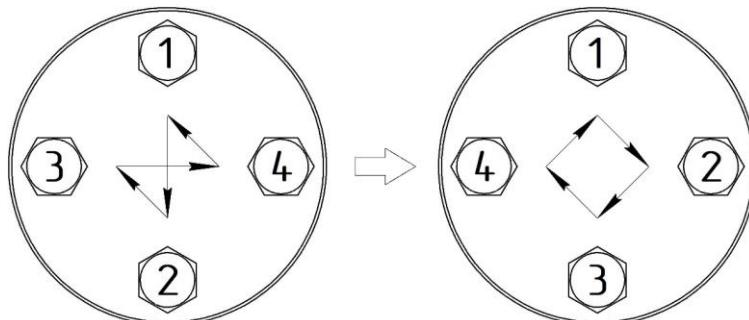

Рисунок 8.1 – Схема затяжки гаек фланцевого соединения
- 8) Затяните гайки (5) с моментом затяжки, не превышающим величины, указанной в таблице 2.1.
- Затяжку гаек фланцевого соединения следует выполнять равномерно в 3...4 подхода в последовательности «крест-накрест» (см. рис. 8.1). В качестве последней операции рекомендуем затяжку по кругу.